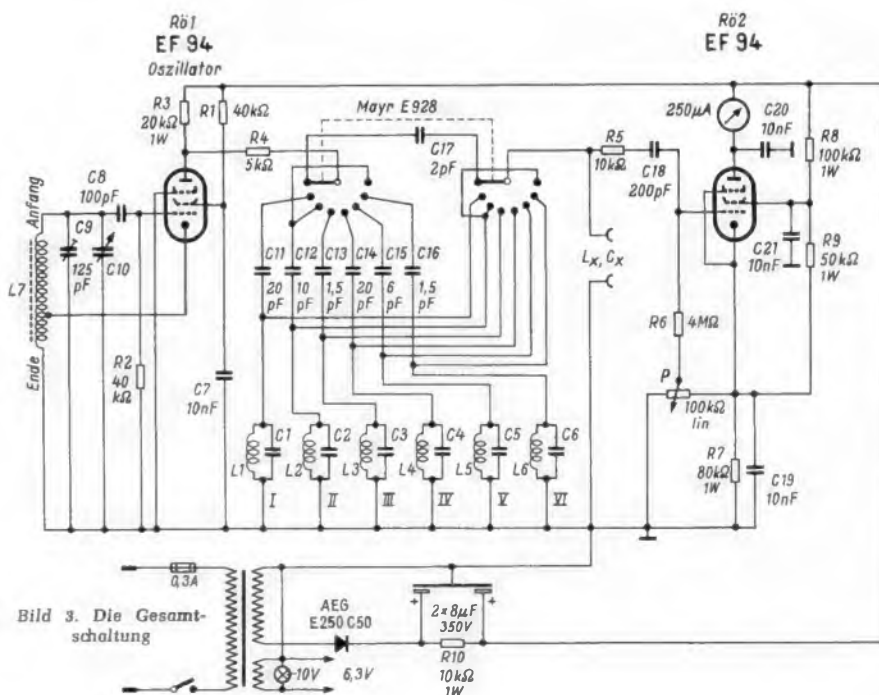

Bild 3. Die Gesamtschaltung
In der Gesamtschaltung Bild 3 sind die einzelnen Meßkreise mit den Zahlen I bis VI bezeichnet. Für vom Original abweichende Dimensionierungen wird im folgenden auf die Bemessungsgrundlagen näher eingegangen.
C_0 ist die gesamte Grundkapazität (= Minimalkapazität für 600 kHz) also Schaltkapazität + Eigenkapazität der Spule + Anfangskapazität des Drehkondensators + etwa notwendige Zusatzkapazität. C_v ist die Kapazitätsvariation des Drehkondensators zwischen den gewählten Grenzen des Drehwinkels, n ist das Frequenzverhältnis f_0/f_u , im vorliegenden Falle beträgt n also 2. Den Drehwinkelgrenzen von 10° und 170° beim Mustergerät entsprechen Kapazitätswerte von etwa 25 pF und 500 pF. Die Kapazitätsvariation C_v beträgt demgemäß 475 pF. Nach Formel (1) erhält man damit für die Grundkapazität C_0 einen Wert von 158 pF. Für 25 pF Anfangskapazität und schätzungsweise 10 pF Schaltkapazität sind für die zusätzliche Parallelkapazität C_9 in Bild 3 rund 120 pF erforderlich. Diese setzt man aus einem Keramik- oder Styroflexkondensator von 100 pF und einem Trimmer von 30 pF zusammen.
Damit die Ausgangskapazität der Röhre R $\ddot{0}$ 1 und die Eingangskapazität der Röhre R $\ddot{0}$ 2 sowie ihre Verdrahtungskapazitäten sich nicht an den Meßkreisen auswirken, sind direkt an den Schaltarmen (Bild 3) die Entkopplungswiderstände R_4 und R_5 eingefügt. Dies ist deswegen wichtig, weil beim Meßkreis VI die Grundkapazität C_0 nur 33 pF beträgt. Dieser Wert wird aber nahezu schon durch die Eigenkapazität der